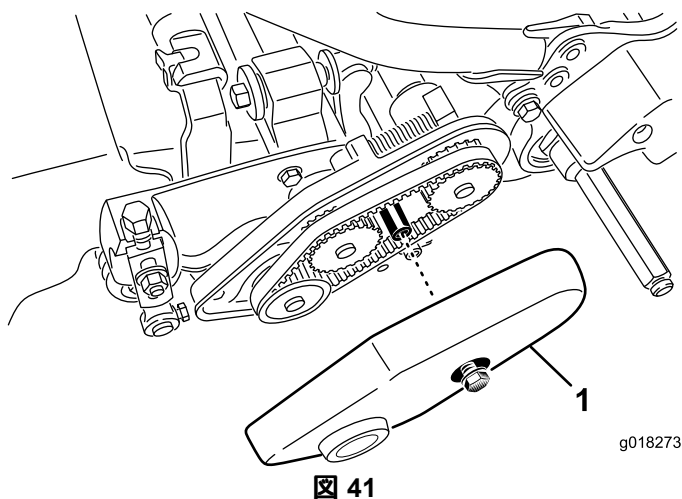

図 41
1. ベルトカバーを固定しているフランジボルトをゆるめてベルトカバーを外し、ベルトを露出させる(図 41)。